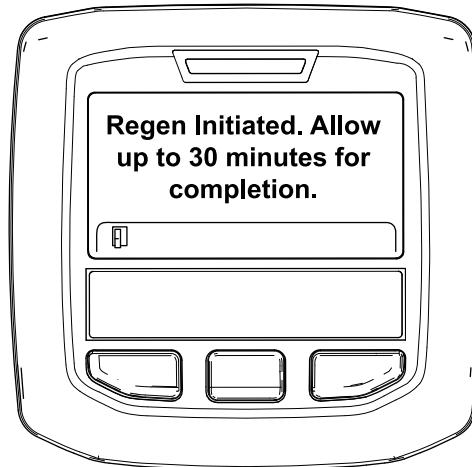

図 36
- 再生許可の場合には Regen Initiated 再生を開始しましたと表示。再生が終了するまで、最大 30 分間が必要。終了まで待つ図 36。